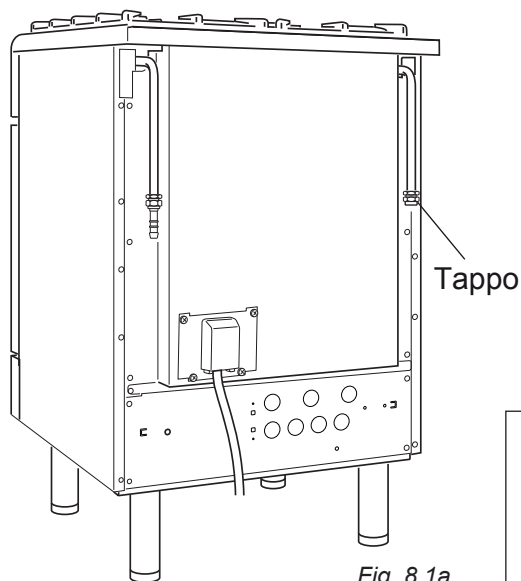

Fig. 8.1a
- Il collegamento va eseguito sul retro della cucina (fig. 8.1a) utilizzando il terminale destro o sinistro del condotto gas dell'apparecchio; il tubo non deve attraversare la cucina.